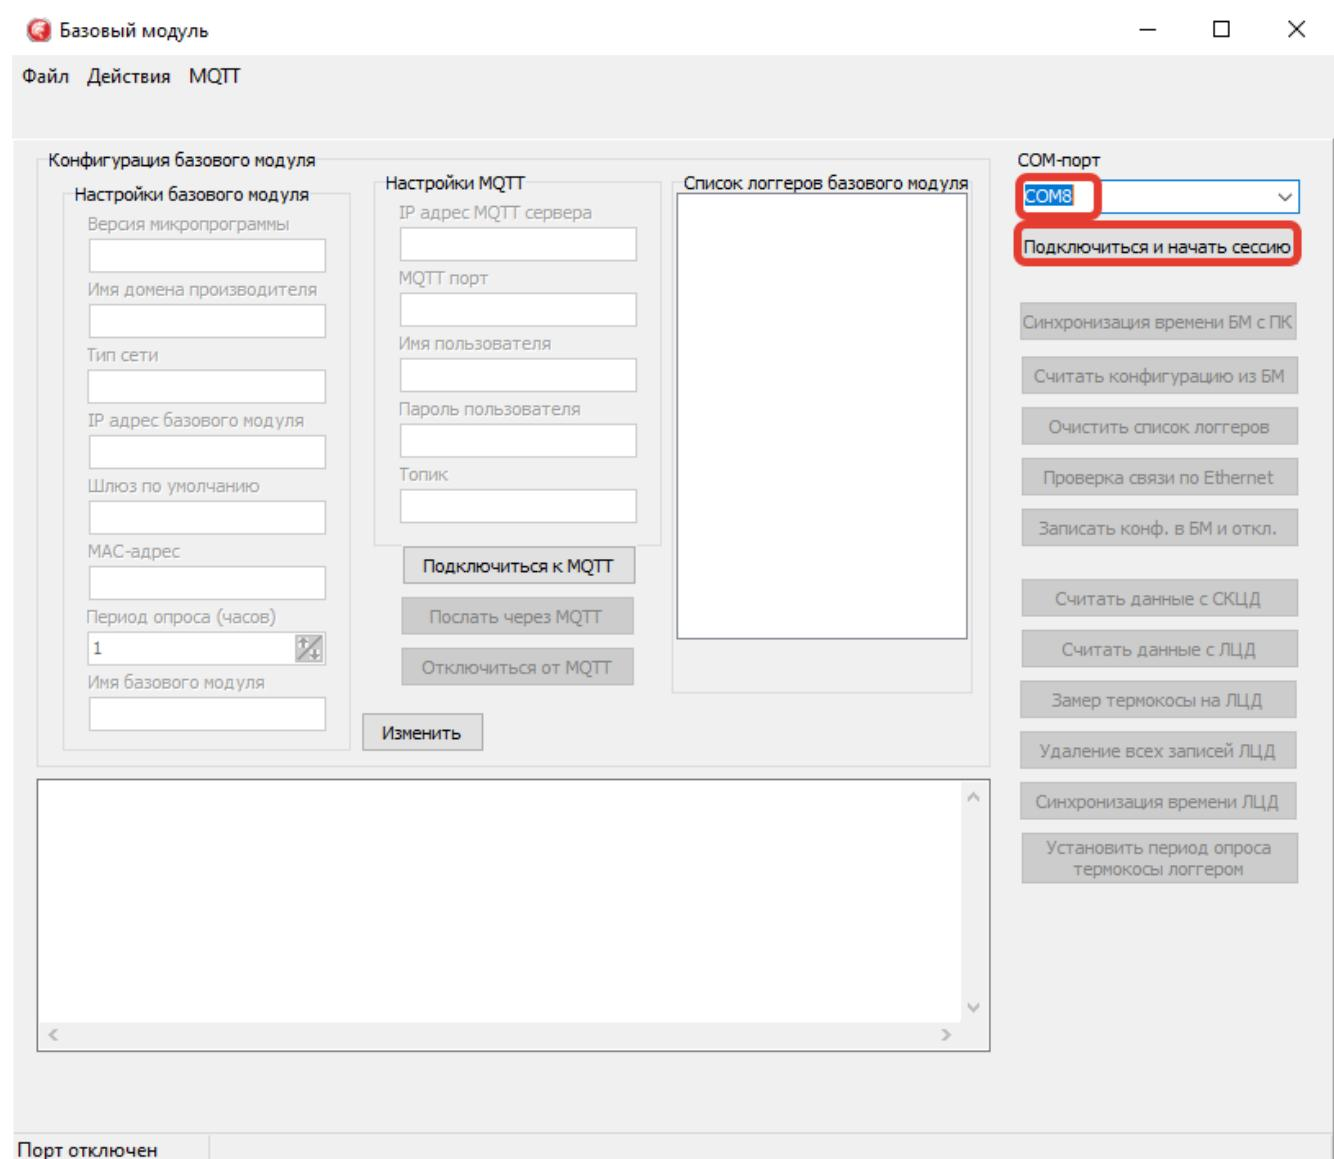

Рисунок 2
2.5.2.1 После выполнения всех подключений, настройки сервера и подачи питания на ШСПД, кабелем miniUSB подключить базовый модуль ШСПД к ПК, запустить программное обеспечение «BMservice». В открывшемся окне (рисунок 2) выбрать СОМ-порт, который назначила операционная система для базового модуля, нажать кнопку «подключиться и начать сессию».